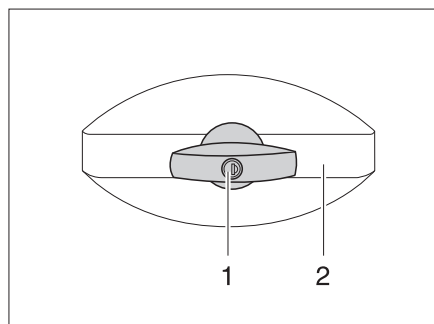

Bild 29 Klappenschloss, ellipsenförmig, verschlossen
- Schlüssel in Schließzylinder (Bild 29,1) stecken und eine viertel Umdrehung entgegen dem Uhrzeigersinn drehen. Schlossgriff (Bild 29,2) schnappt heraus.